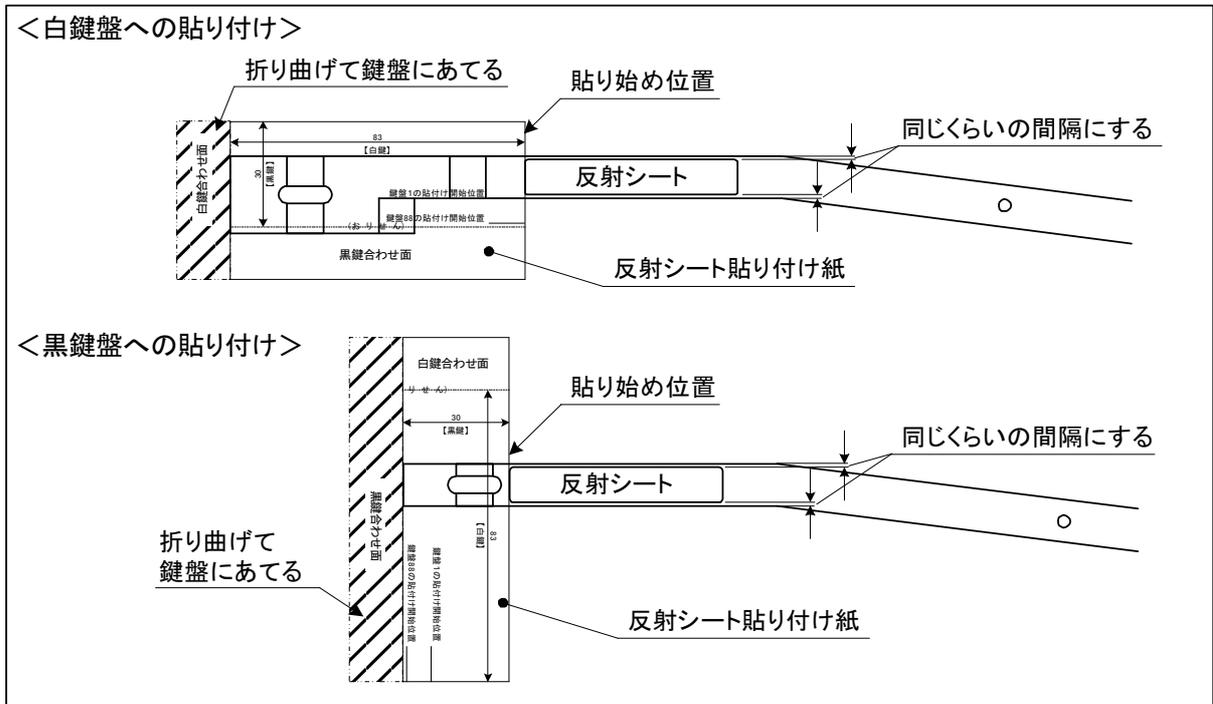
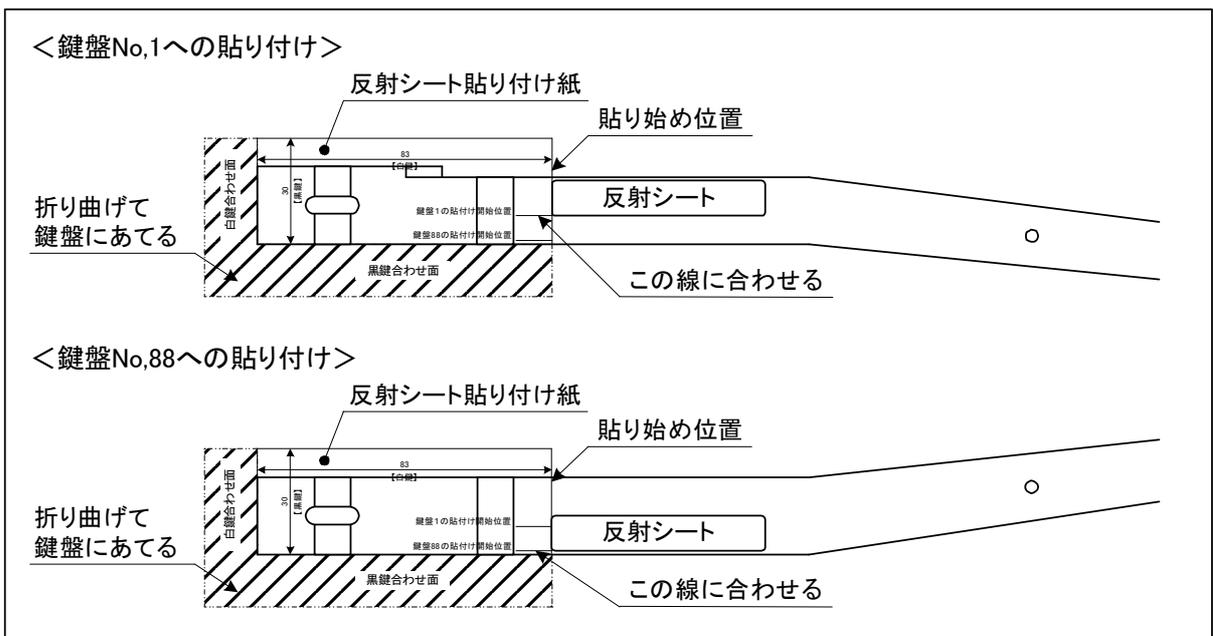

図4.4-7 反射シートの貼り付け
図4.4-8 白鍵No.1とNo.8への貼り付け
- (6) 白鍵盤と黒鍵盤から1本ずつを選び、反射シート貼り付け紙を用いて、反射シートを貼り付ける。反射シート貼り付け紙の白鍵盤は【白鍵合わせ面】、黒鍵盤は【黒鍵合わせ面】をそれぞれに折り曲げ、鍵盤の先端部に当てて、各鍵盤用の間隔を取り貼り付ける。(図4.4-7を参照)尚、鍵盤No.1とNo.88は反射シートを貼る場所の幅が広がっているので、図4.4-8の様に、反射シート貼り付け紙の【白鍵合わせ面】と【黒鍵合わせ面】の両面を折り曲げ、鍵盤の先端部と側面部の両面に当てて、鍵盤先端からと側面の両方向から間隔を取って貼り付ける。
(7) 反射シートを貼り付けた鍵盤をピアノに取り付け、鍵盤センサーのセンサーと反射シートの位置関係を確認する。反射シートの下にセンサーがある場合は、図4.4-7と図4.4-8の要領で全ての鍵盤に反射シートを貼り付ける。もし、センサーが外れている場合は、センサーに合わせて反射シートの位置を変えて貼り直し、残り全ての鍵盤も同じ位置に貼り付ける。